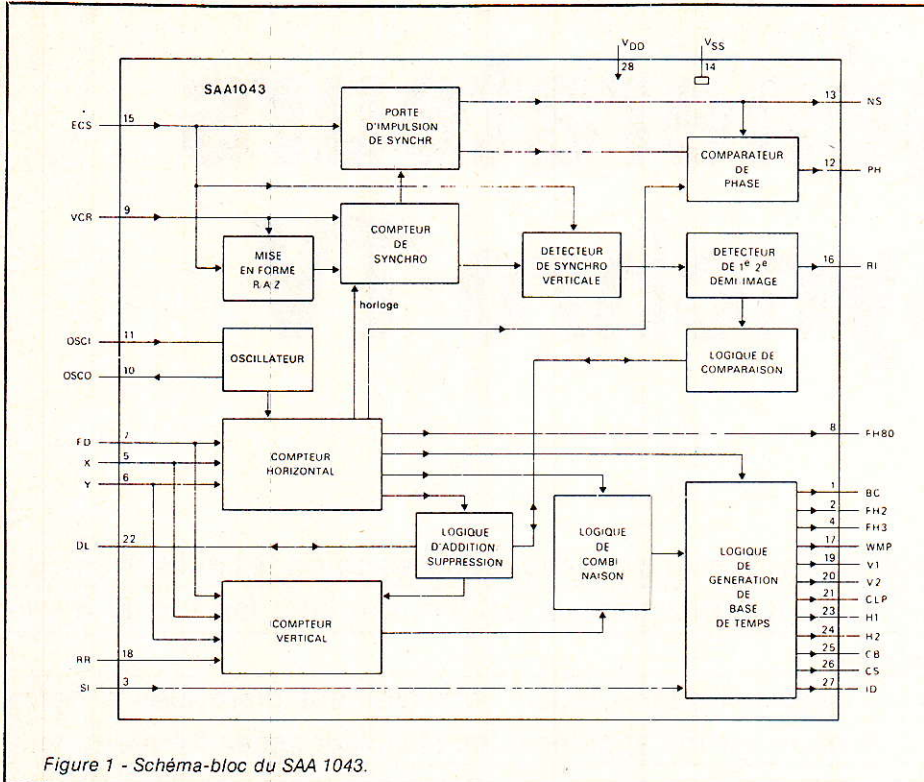

Figure 1 - Schéma-bloc du SAA 1043.
La figure 1 fournit le synoptique du circuit. L'oscillateur interne pilote les compteurs horizontal et vertical, programmés par les entrées logiques FD, X et Y pour le choix du standard, conformément aux indications du tableau 1. Les signaux de sortie s'élaborent ensuite dans les logiques d'addition/suppression, de combinaison, et de génération de base de temps. Les principaux autres signaux délivrés sont les créneaux de trames V_1 et V_2 (RI), et la tension d'écart du détecteur de phase (PH).